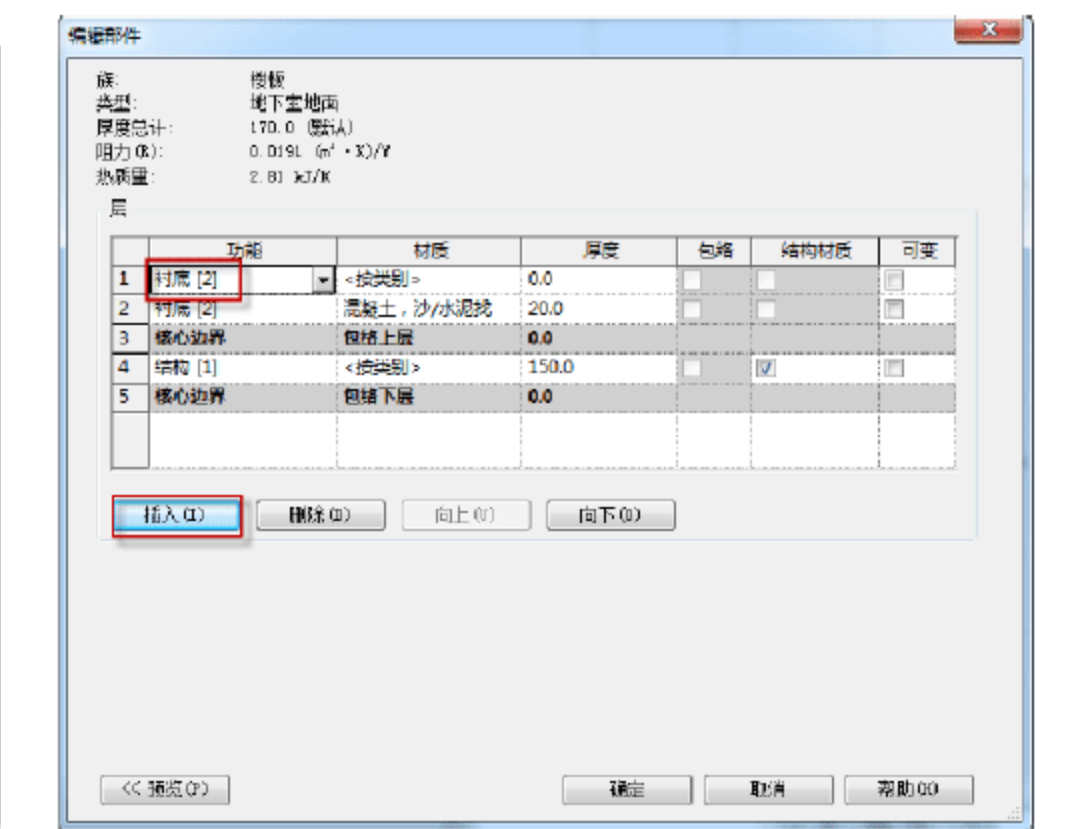

图 9.2.6 添加“衬底[2]”功能
(5) 添加“衬底[2]”功能。在“编辑部件”对话框中单击“插入”按钮，在“功能”参数下将“结构[1]”改为“衬底[2]”，如图 9.2.6 所示。